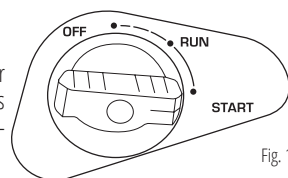

Fig. 10
4. Déplacez la poignée du registre d'air à la position OFF (Fig. 10), pour les modèles à essence/gaz - déplacez le commutateur de carburant en position OFF / fermez la vanne d'alimentation en gaz).